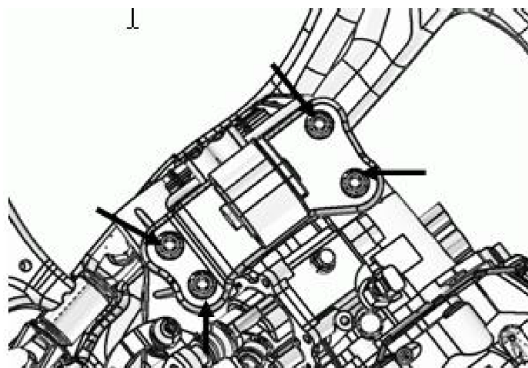

图 13
2.8.5 拆下左悬置安装支座总成与变速箱相连接的 4 个螺母 (如下图 13 所示), 即可取下左悬置
2.9.1 将更换后的发动机左悬置安装支座总成放入图 13 所示位置，然后在变速器凸缘螺栓上带紧 4 个螺母。
2.10.4 将发动机左悬置安装支架与变速箱凸缘螺栓上的四个螺母打力矩为 85 N.m (如图 13 所示)